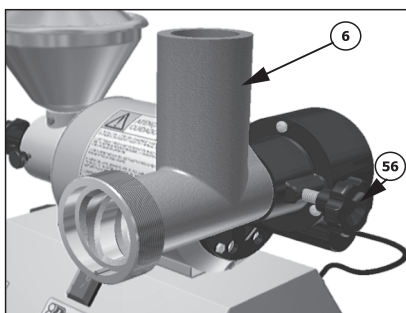

Figura 3
- Encaixe o corpo da boca (6) no redutor e aperte o manipulô 3/8" x 1.1/2" (56) conforme *figura 3*.
3.2.1 Para utilizar o moinho de café retire o bocal (6) do moedor de carne conforme *figura 3*.